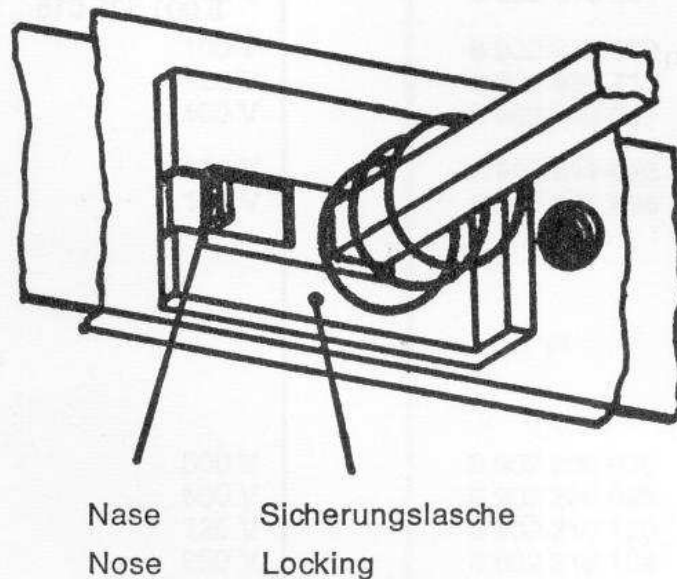

Fig. 1
- 3.2 Mit einer Spitzpinzette die Sicherungsglasche (am Drucktastenschieber der Taste „UKW“) nach vorn aushaken (Fig. 1).
- 3.3 Durch leichten seitlichen Zug (ca. 1 mm) an der Nase des Sicherungsschiebers (Fig. 1) erfolgt die Entriegelung der 4 Tasten (Tasten festhalten!).
- 3.2 With a pair of tweezers release the locking at the rod of the button "UKW", see fig. 1.
- 3.3 By pulling slightly sideways (approx. 0.04 inch) at the nose of the securing slide (see fig. 1) the disengagement of the 4 pushbuttons takes place (retain push-buttons!).